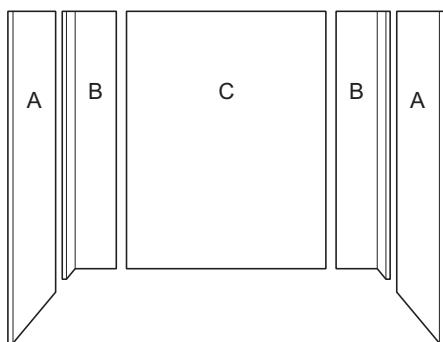
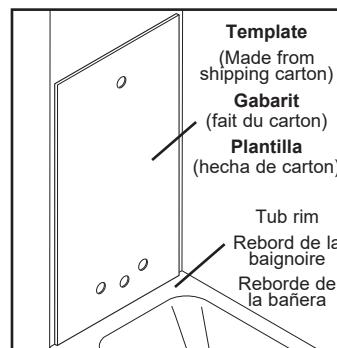

Fig. 1
Fig. 2
3. Trial install all panels with masking tape as illustrated in **Fig. 1**.
- a) Tape corner panels (B) firmly in position against wall.
- c) Place one end panel (A) on the wall opposite the plumbing end, resting on the bathtub ledge and within 3 mm (1/8") of the front edge of the bathtub.
- d) Cut a cardboard template from the packing carton to the correct height and width for the end panel (A), which will have the plumbing fixtures.
- e) Mark one side of the template with an «X» and position the template (within 3 mm of the front edge of the bathtub) with the «X» side against the bathtub end wall with the exposed plumbing. **Fig. 2**. Mark the position of the faucet handles, bathtub spout and shower arm on the template. Check for accuracy and cut.
3. Installer provisoirement les panneaux avec du ruban à masquer, tel qu'ilustré à la **Fig. 1**.
- d) Découper, dans le carton d'emballage, un gabarit correspondant aux dimensions du panneau latéral (A) sur lequel se trouvera la robinetterie.
- e) Marquer d'un «X» le côté du gabarit touchant le mur. Placer le gabarit (à 3 mm du rebord avant de la baignoire) contre le mur contenant la tuyauterie. Marquer la place des tuyaux, de la robinetterie et de la douche et percer les trous nécessaires sur le gabarit. **Fig. 2**. Replacer le panneau sur le mur pour vérifier l'emplacement des trous et couper.
3. Instalar provisionalmente los paneles con cinta de enmascarar, tal como sale en la **Fig. 1**.
- c) Colocar un panel final (A) sobre el muro opuesto a la grifería, a 3 mm (1/8") del reborde delantero de la bañera, el reborde inferior del panel apoyado sobre el borde de la bañera.
- d) Recortar con el cartón del empaque, una plantilla correspondiente a las dimensiones del panel lateral (A) sobre el cual se encontrará la grifería.
- e) Marcar con una «X» el lado de la plantilla que toca el muro. Colocar la plantilla (a 3 mm del reborde antes de la bañera) contra el muro que tienen la grifería. Marcar la ubicación de los tubos, de la grifería y de la ducha y perforarlos sobre la plantilla **Fig. 2**. Vuelva a colocar el panel sobre el muro para verificar la posición de los huecos y cortar.